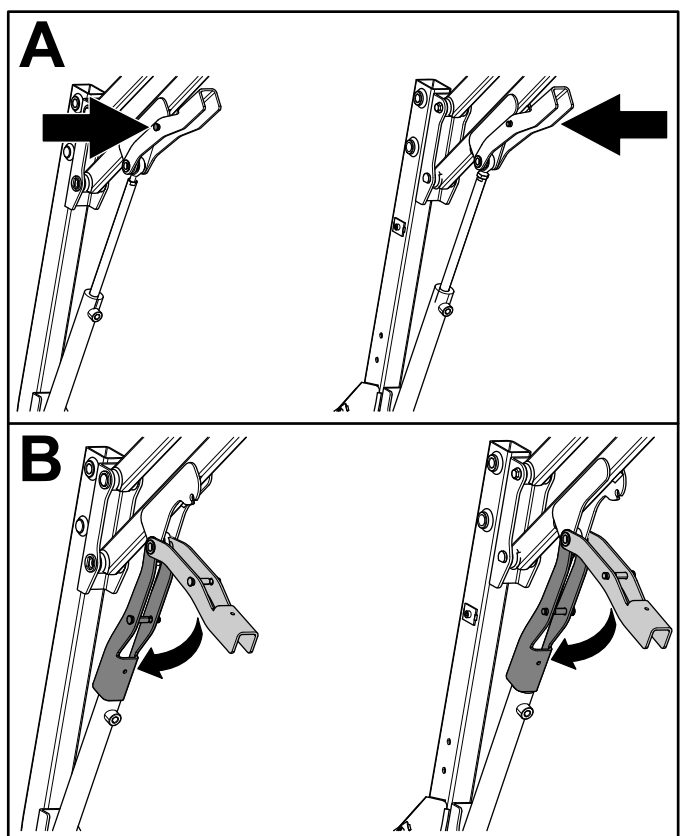

Figura 37
- A. Spingete il perno sul blocco di sicurezza magnetico verso l'interno (Figura 37).
- B. Con il perno dentro, abbassate il blocco di sicurezza magnetico sul cilindro idraulico (Figura 37).